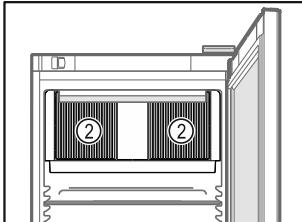

Fig. 74
- Lüftungsschlitz Fig. 74 (2) des Umluftgebläses im Innenraum freihalten.